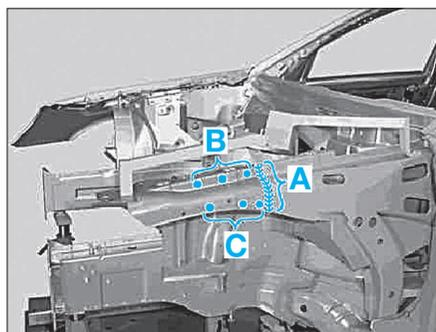

FIG. 8
- Effectuer la coupe (A).
- Souder en cordon continu sous protection gazeuse la doublure d'aile (zone A) (Fig.8).